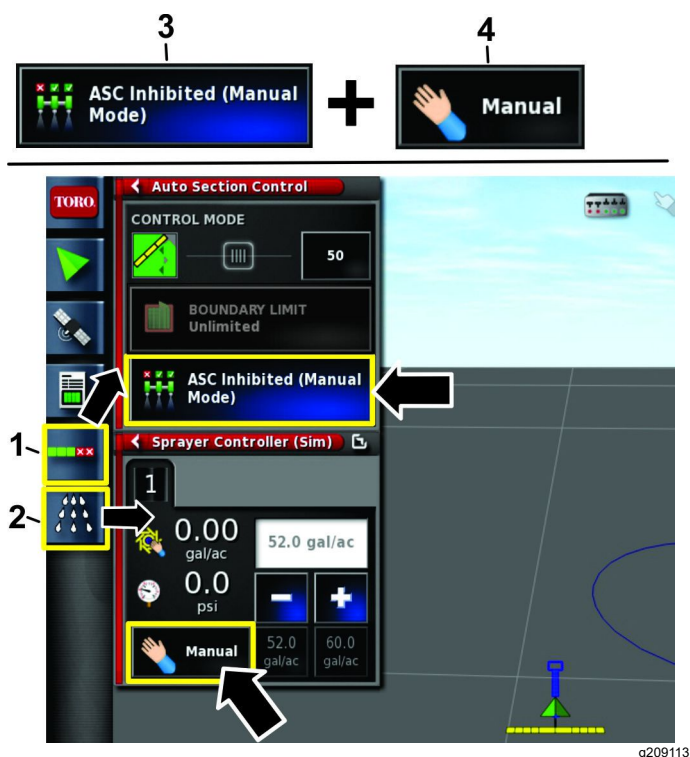

Figura 25
1. Selecione o ícone de Configuração de controle de auto-seleção e o ícone do Controlador do pulverizador (Figura 25).
2. Selecione o controlo da taxa para a posição MANUAL (Figura 25).